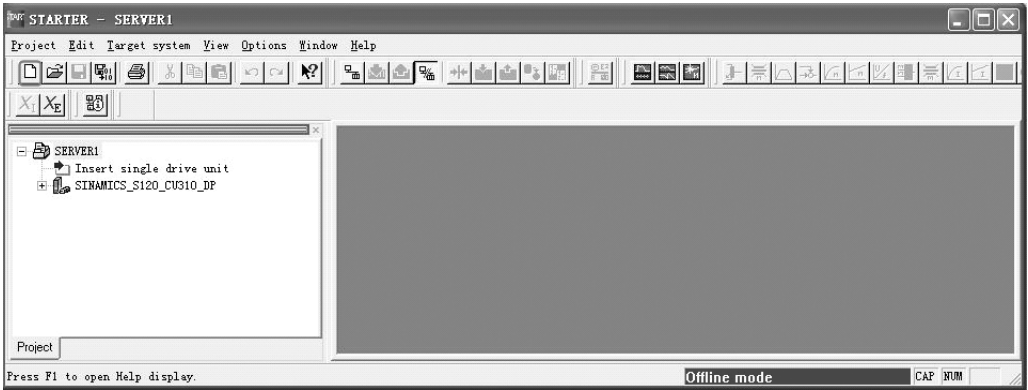
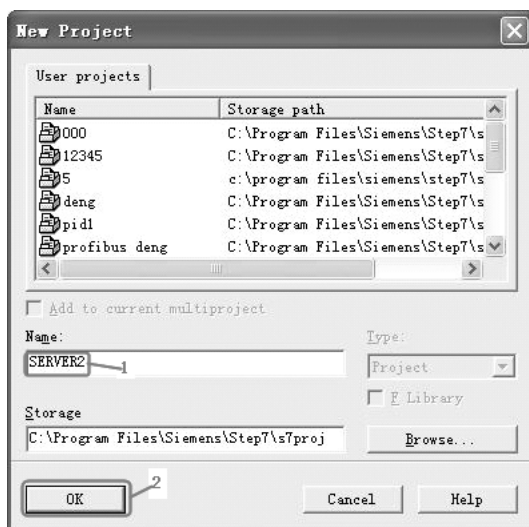

图 11-38 新建项目
图 11-39 项目命名
② 打开 STARTER 软件，新建项目。在打开 STARTER 项目前，计算机中要首先安装 STARTER 软件，此软件不需要授权，可直接从西门子的网站下载，若使用 SCOUT 则需要购买授权。打开 STARTER 软件，如图 11-38 所示，再单击工具栏上的“新建”按钮，弹出如图 11-39 所示的界面，将项目命名为“SERVER2”，最后单击“OK”按钮。